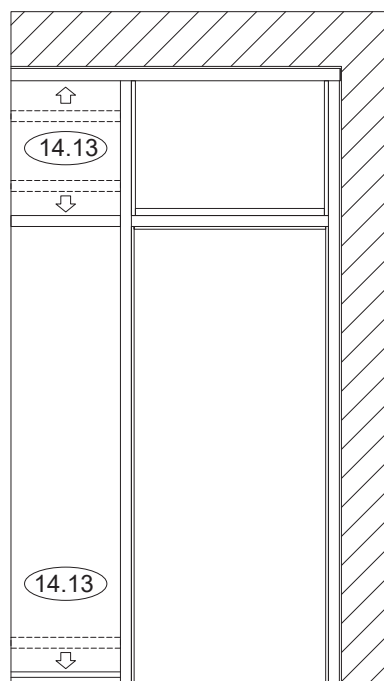

Figura 14.13
14.13. Instale el relleno para cabecera o umbral y los montantes horizontales de la siguiente unidad. Consulte la **Figura 14.13**